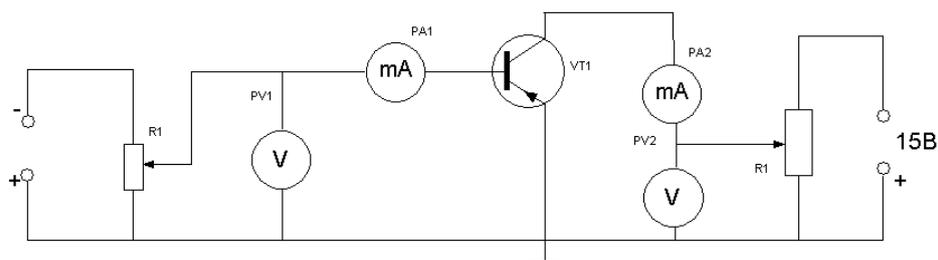

Рисунок 3.2. Исследование транзистора по схеме с ОЭ в статическом режиме
2. Зарисовать электрическую схему (рисунок 3.2)
3. Собрать электрическую схему (рисунок 3.2)